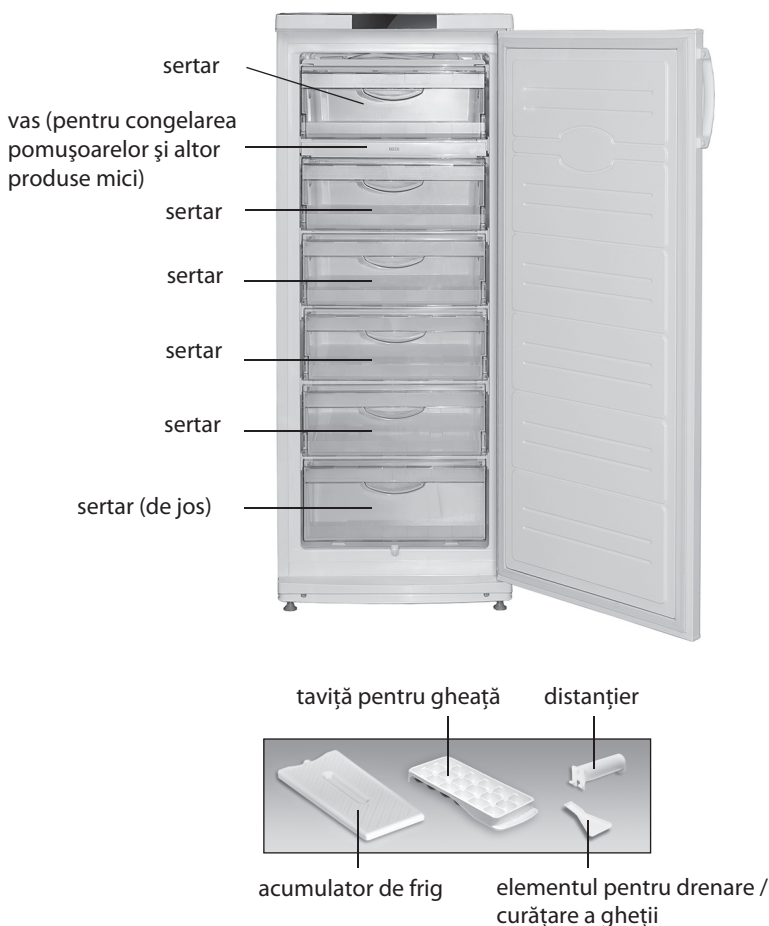

Figura 1 – Congelator și piese componente
1.1 Congelatorul cu compresor în conformitate cu figura 1 este destinat pentru congelarea produselor proaspete, păstrarea produselor congelate în sertare, prepararea gheții alimentare.